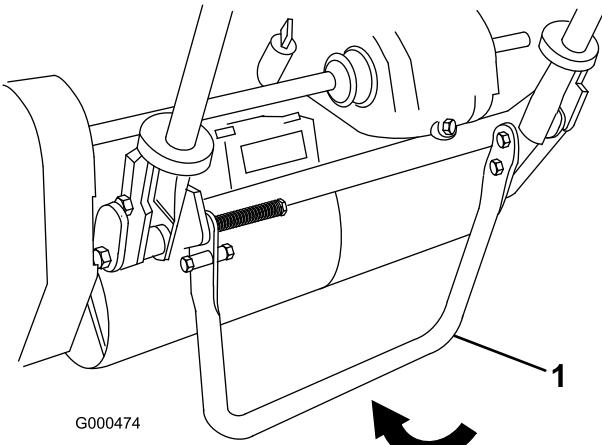

Figure 7
1. Abaissez la bêquille avec le pied et tirez sur le support du guidon jusqu'à ce que la bêquille bascule en avant (Figure 7).